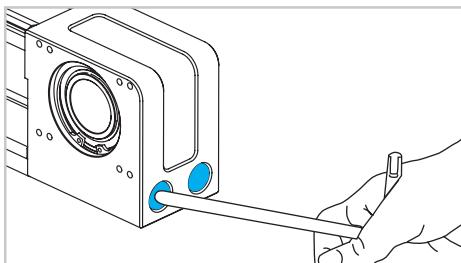

Рис. 7
- 4) Для типоразмеров «80» и «100»: открутить два винта с торца приводной головки (рис. 7).